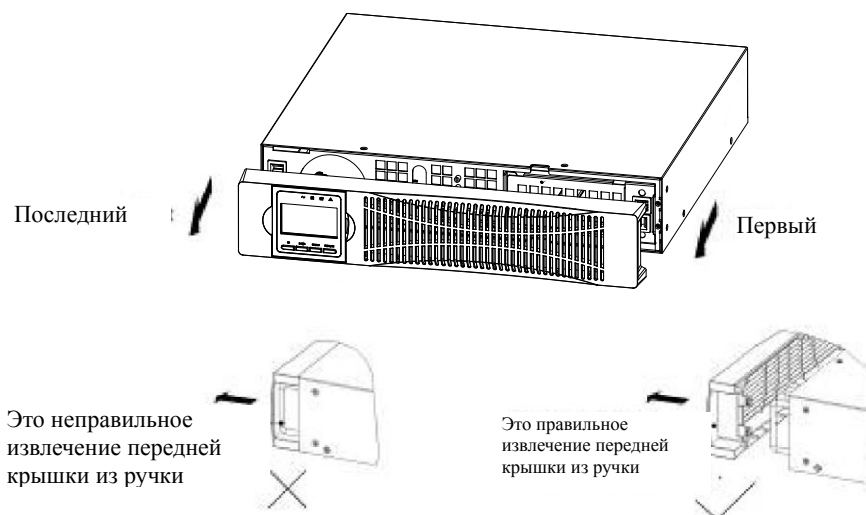

Рисунок 8 Снятие передней крышки бат. модуля
(1) Чтобы установить дополнительные батарейные модули для ИБП
- a) Снимите переднюю крышку каждого батарейного модуля и ИБП (см. Рисунок 8).